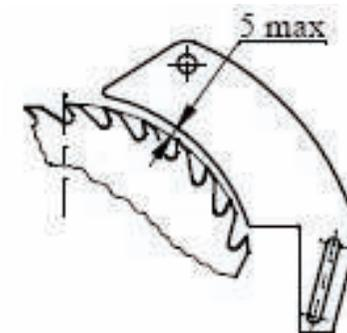

рис. 7
- выставить зазор между расклинивающим ножом и зубьями пильного диска. Зазор должен быть не более 5 мм (рис. 7). Это достигается перемещением расклинивающего ножа по наклонному пазу.